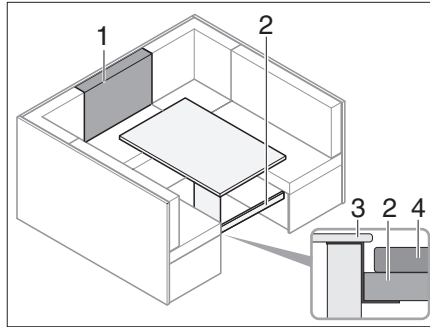

Fig. 194 Antes de la transformación
- Colocar la cruceta (Fig. 194,2) debajo de la tapa del compartimento (Fig. 194,3).
- Insertar cruceta (Fig. 194,2) debajo de la mesa (Fig. 194,4) para que quede apoyada.
- Poner el cojín del respaldo (Fig. 194,1) delante del cojín adicional en la mesa.